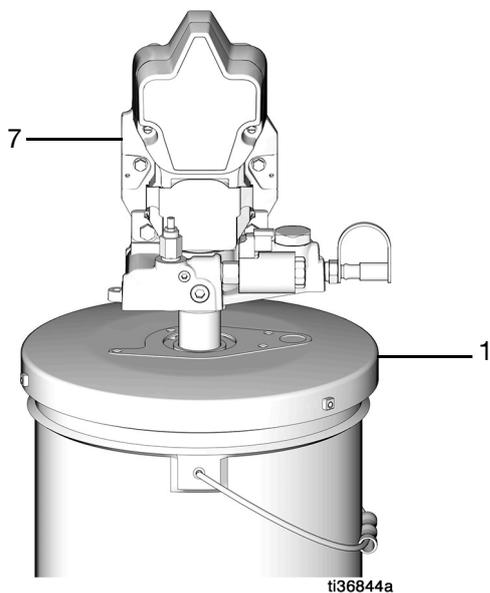

図 8
8. ポンプ (7) をカバーの上部に取り付け、ガスケットとドラムカバー (1) を通るように配置してください (図 8)。